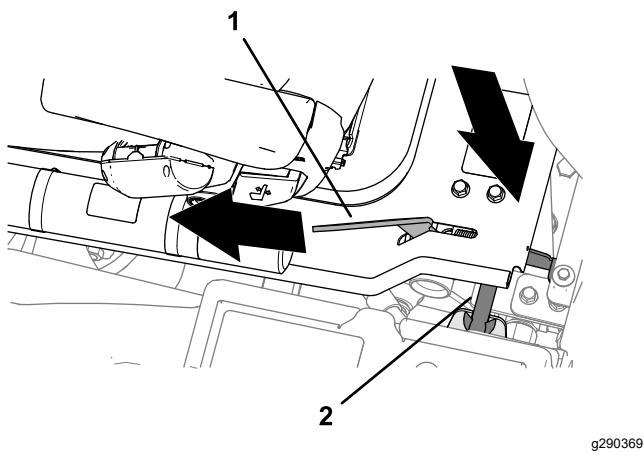

Bild 51
2. Wenn die Plattform beinah in der vollständig abgesenkten Position ist, bewegen Sie den Sperriegelgriff der Plattform (Bild 51) zur Vorderseite der Maschine.